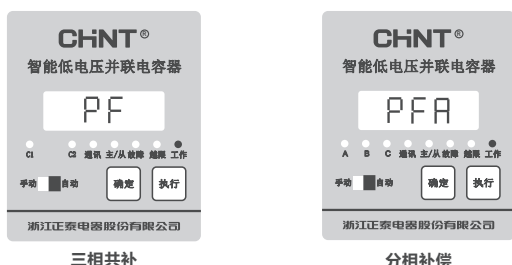

图14 初始工作界面显示
7.2 智能电容器通电约 50s 后进入工作界面，“工作”指示灯点亮，界面显示如图14：